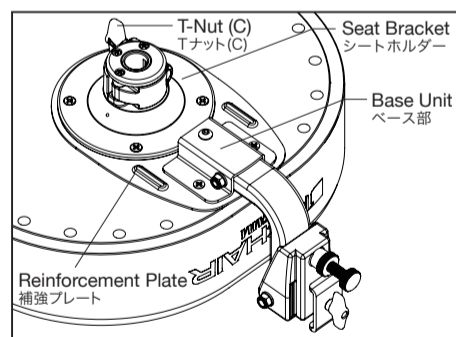

Fig.9 (図9)
3. Secure the base unit over the reinforcement plate as shown in Fig.9. Please use the two longer screws (included with Backrest Unit) for this.
2. バックレストユニットに付属の補強プレートを図9のようにシートホルダーとシートの間に挟むようにして再びシートホルダーを固定します。
3. ベース部を補強プレートの上から図9のように固定します。この時、手順1で取り外したビスではなく、バックレストユニットに付属している2本の長いビスを使って固定してください。